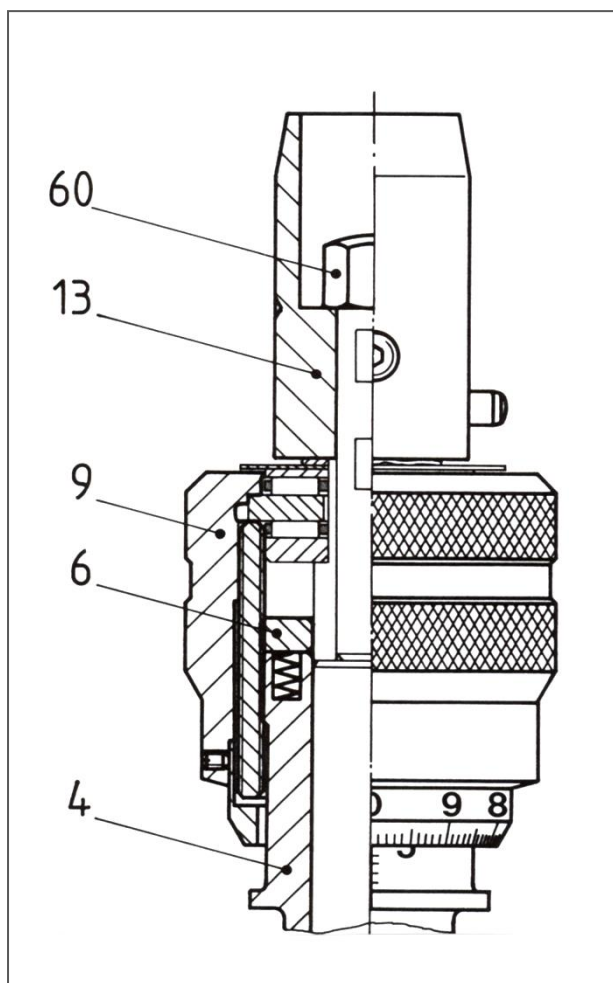

Fig. 37
El dispositivo de avance tiene un sistema de resorte, que compensa el juego y por lo tanto no se debe reajustar (Fig. 37). Si el dispositivo de avance cuesta hacerlo girar, entonces el hilo del anillo roscado interior debe ser limpiado y engrasado. La tuerca ciega (60) se tiene que quitar y el adaptador (13) se tiene que separar. Ahora desenroscar y quitar el dispositivo de avance (9) de la guía del husillo (4). Ahora se puede ver un anillo roscado (6), que es del resorte montado en la guía del husillo (4). Marcar la posición actual por medio de una herramienta de marcado y desmontar el anillo roscado (6). Limpiar el anillo roscado, engrasar y colocar el anillo, desplazado en una posición (mostrada desde la posición anterior), de nuevo en la guía del husillo. Ahora atornillar el dispositivo de avance (9), **usando presión uniforme**, e instalar el adaptador (13).